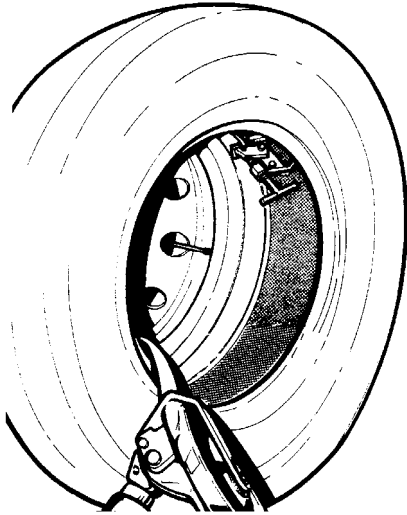

Fig.33
1. Poser le pneu sur l'étau de montage de façon à retenir le talon intérieur (Fig.33).